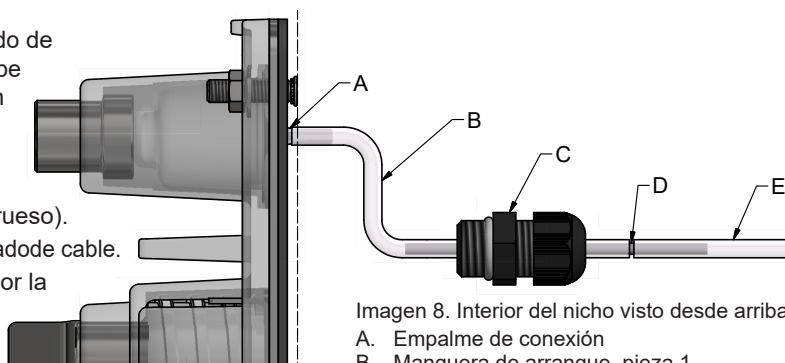

Imagen 8. Interior del nicho visto desde arriba.
1. Corte un trozo de la manguera que se incluye para la pieza 1 de la manguera de arranque (B), la parte interior. Véase la imagen 8.